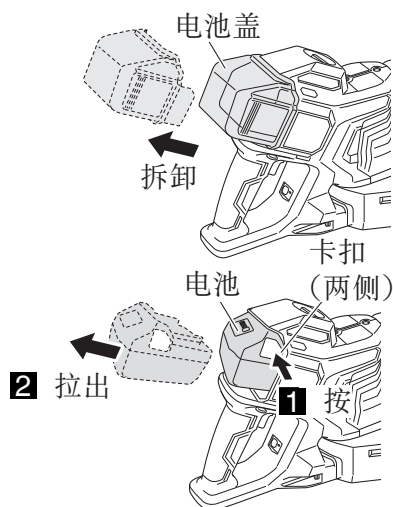

图 8
从本机拆卸电池时，按下两侧的插销，并将电池向上滑动拉出。（图 8）
5. 拆卸、插入电池盖和电池（第 13 页的图 8, 9）